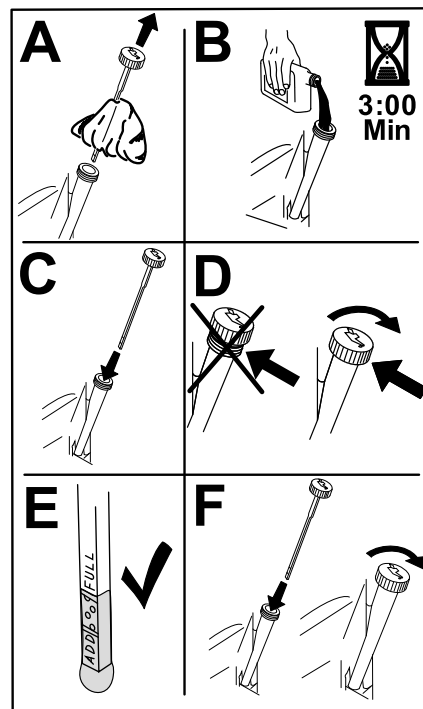

Figura 36
5. Vierta lentamente un 80% aproximadamente del aceite especificado por el tubo de llenado, luego añada lentamente el resto del aceite hasta que llegue a la marca de **Lleno** (Figura 36).
3. Llene el cárter con el tipo correcto de aceite nuevo (Figura 36).